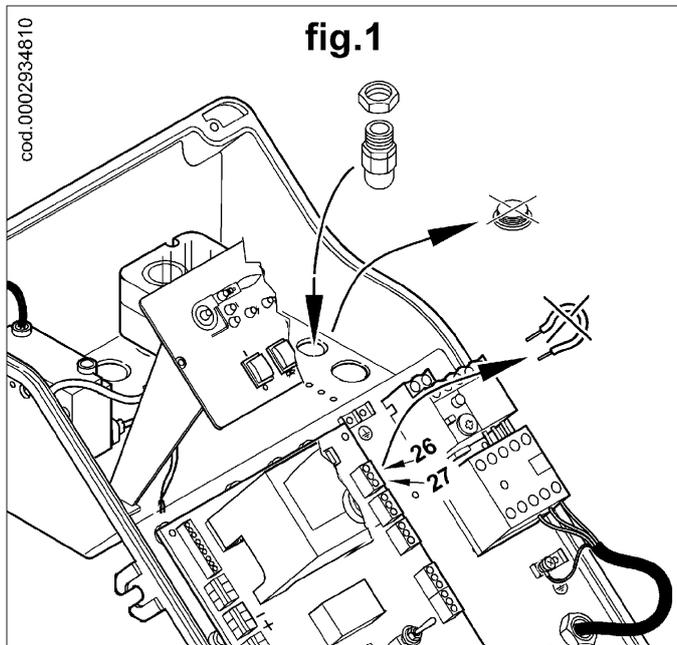

fig.1
- 1)Отвинтить с опоры электроцита пластиковую пробку на рис. 1 и вставить на ее место кабельную втулку, входящую в комплект газовой линии. Снять перемычку между клеммами 26 и 27 печатной платы.
- 1)Unscrew plastic plug in figure 1 from its electrical panel support and place the cable holder provided with the gas train in position. Remove the jumper between the printed circuit's terminals 26 and 27.
- 1)Dévisser du support tableau électrique le bouchon en plastique figure 1 et mettre à sa place le serre-câble fourni en dotation avec la rampe gaz. Enlever le pontet entre les bornes 26 et 27 du circuit imprimé.